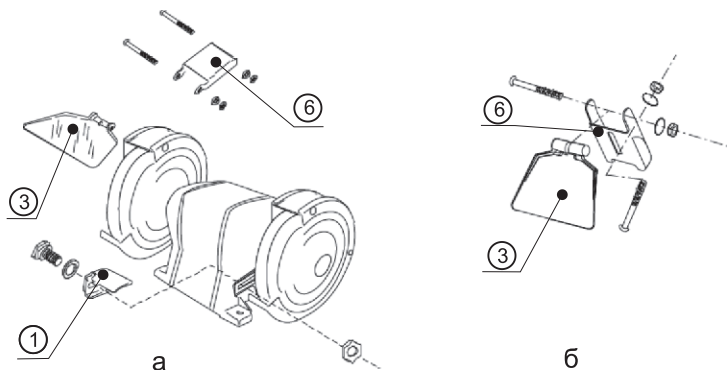

Рис. 2
4.2.2. Установите **НА КАЖДЫЙ** диск защитные экраны и упор для инструмента в соответствии с рис. 2. Крепление искрогасителя на SBG-125 отличается и показано на рис. 2б.